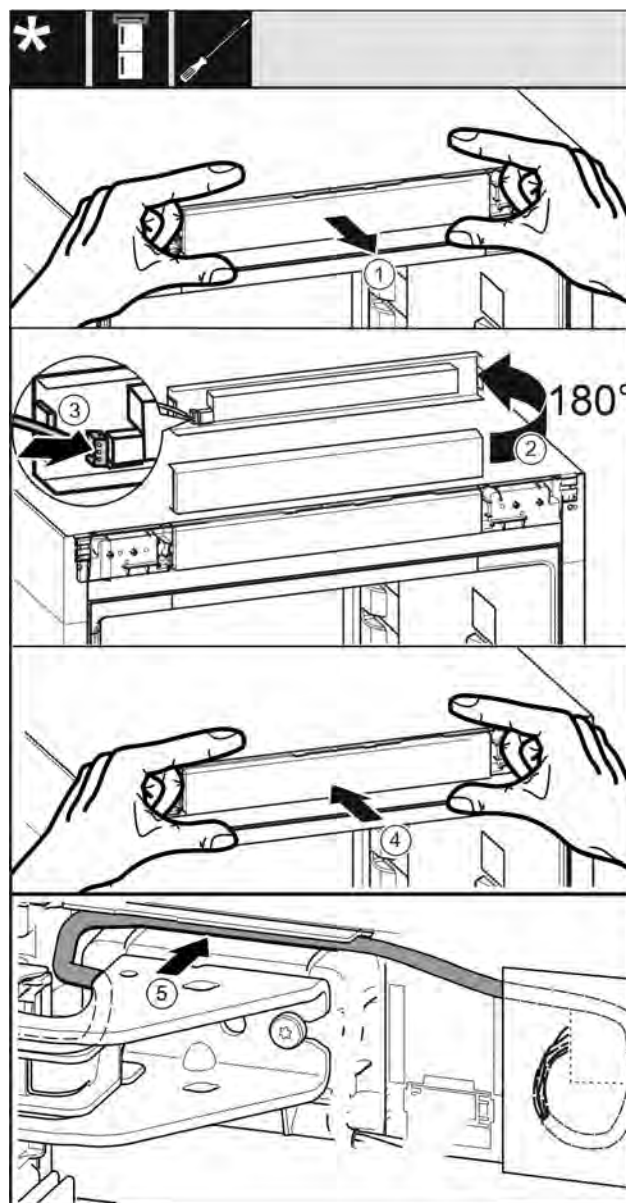

Fig. 31
- ▶ Осторожно извлеките фальшпанель Fig. 31 (1)
- ▶ Поверните элемент вверх на 180° Fig. 31 (2)
- ▶ Зафиксируйте штекер на фальшпанели Fig. 31 (3)
- ▶ Снова зафиксируйте фальшпанель на устройстве Fig. 31 (4)
- ▶ Осторожно проложите серый кабель в направляющей над верхним опорным кронштейном Fig. 31 (5)